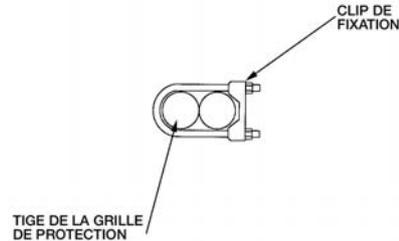
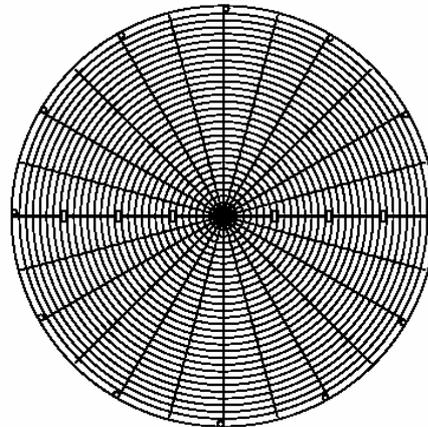

Figure 10 - Fixation du clip
Figure 11- Espacement des clips.
3. Fixer les deux grilles avec les clips (Figure 10). Il y a trois clips sur chaque côté de la grille de protection. Espacer les clips de fixation uniformément le long du rayon de la grille de protection comme indiqué Figure 11.
3. Fixer les deux parties de la grille avec les clips (Voir Figure 10). Il doit y avoir quatre clips sur chaque côté de la grille de protection. Espacer les clips comme indiqué sur la Figure 11.